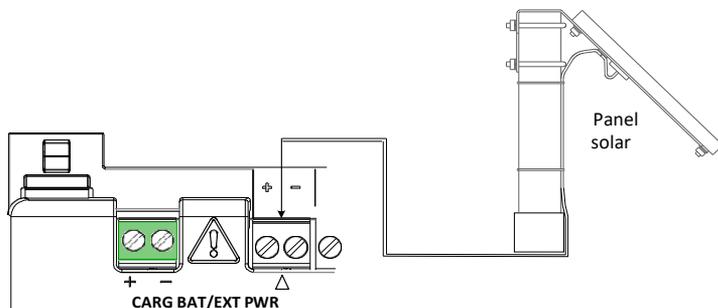

Figura 9: Conexión de panel solar
2. Conecte el cable del panel solar a las terminales CARGADOR/EXT PWR conforme a la Figura 9. Observe polaridad (+ y -).